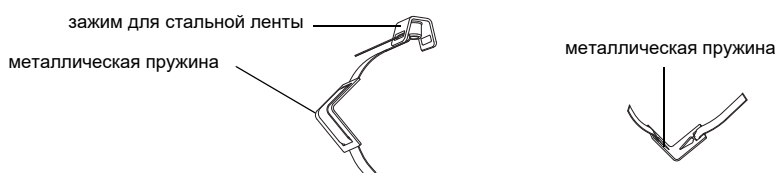

Рис. 8.35: Стальная лента с металлической пружиной и зажимом для стальной ленты
- Протяните, если необходимо, длинный конец стальной ленты через металлическую пружину (смотри Рис. 8.35). Металлическую пружину не обязательно устанавливать: